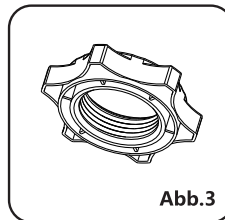

Abb.3
3. Lösen Sie die Kunststoffmutter vom Ventilatorgehäuse (siehe Abb. 3).
5. Befestigen Sie das Ventilatorgehäuse mit der Kunststoffmutter am Sockel (siehe Abb. 3).
3. Draai de plastic moer los van de ventilatorbehuizing (zie Afb. 3).
5. Bevestig de ventilatorbehuizing op de basis met de plastic moer (zie Afb. 3).